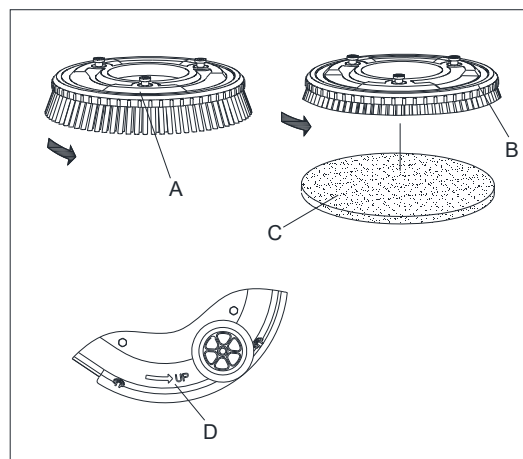

Figure 4
Installer une brosse appropriée (A, Figure 4) ou un coussinet (B et C, Figure 4) selon le type de sol à nettoyer.
2. Placez le support de brosse / tampon sur le sol sous le centre de la brosse et alignez leurs centres, puis faites pivoter le support de brosse / tampon dans le sens (D comme à la Figure 4) pour l'installer manuellement.
3. Appuyez sur le bouton démarrage One-Start (38 comme à la Figure 2) sur le panneau de commande, soulevez les brosses (9 comme à la Figure 2), puis appuyez sur le bouton de relâchement des brosses (40 comme à la Figure 2) pour libérer les brosses automatiquement. Une rotation dans le sens opposé (D comme à la Figure 4) permet de démonter manuellement le support de brosse / tampon.